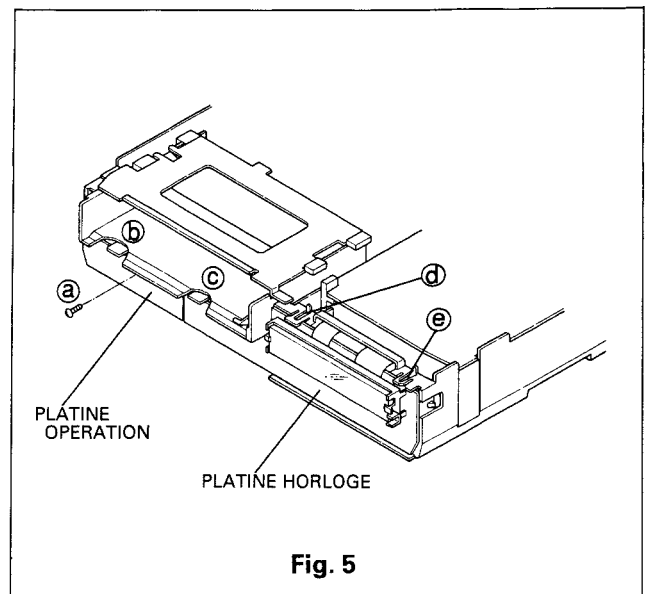

Fig. 5
- B. Débloquer le crochet (a) et retirer la platine OPERATION comme montré en Fig. 5.
- B. Débloquer les trois crochets (b) à (d) et retirer la platine HORLOGE comme le montre la Fig. 5.